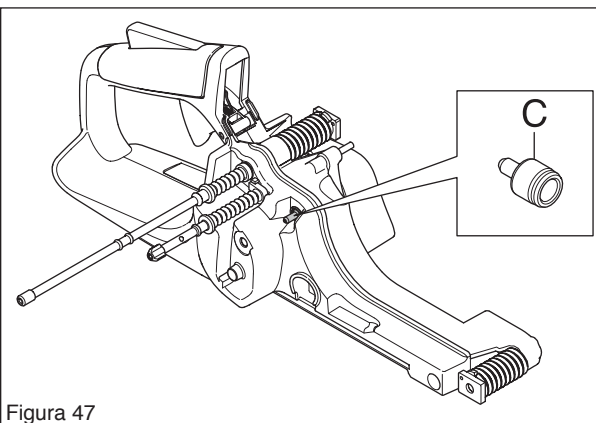

Figura 47
La válvula de dos vías (C) tiene estas características: (Ver la figura 47)